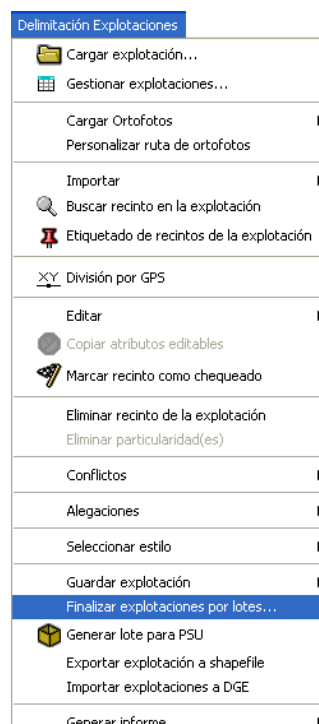

Fig. 75
- **Finalizar Explotación por lotes:** Mediante esta opción se permite la finalización masiva de explotaciones (Fig. 75).